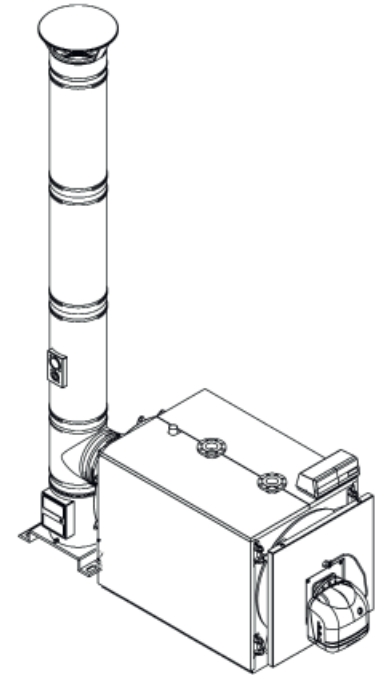

fig. 7
5.4 Évacuation des produits de combustion (Fig. 7)